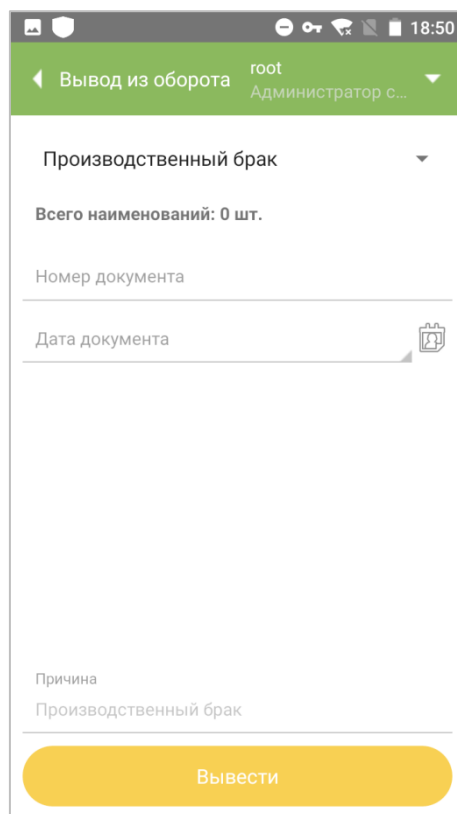
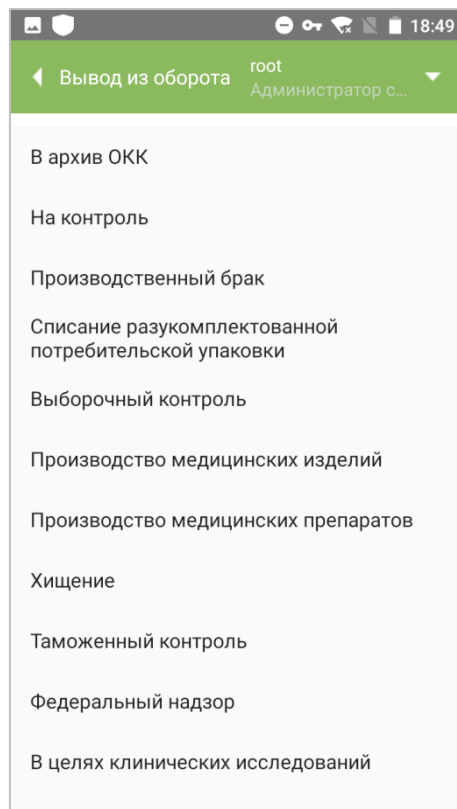

Рисунок 11.1
Рисунок 11.2
2. В открывшемся окне (Рисунок 11.1) выбрать из выпадающего списка причину вывода из оборота (Рисунок 11.2), заполнить поля «Номер документа», «Дата документа» (кроме «В архив ОКК», «На контроль»). В качестве причины вывода из оборота могут быть выбраны следующие варианты:
- 3.1. В открывшемся окне (Рисунок 11.10) указать номер и дату сопроводительного документа, а так же причину вывода из оборота (аналогично Рисунок 11.2):